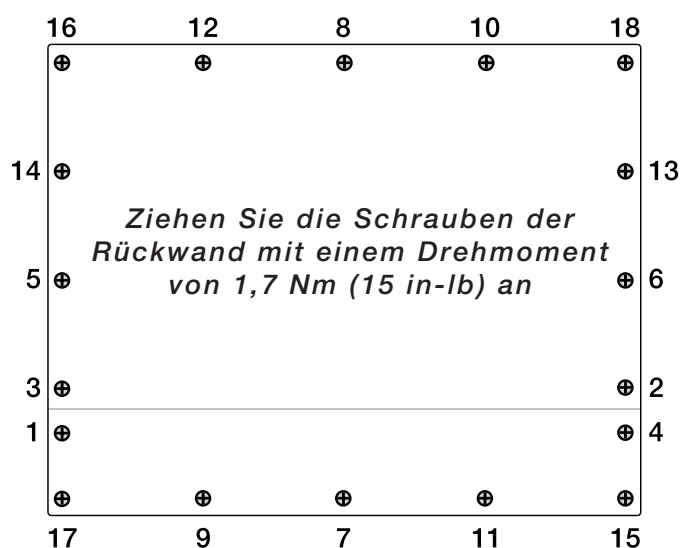

Abbildung 3-1. Rückplatte des 920i-Gehäuses
3. Ziehen Sie die Schrauben mit einem Drehmoment von 1,7 Nm (15 in-lb) an, und verwenden Sie dabei das in der Abbildung Abbildung 3-1 gezeigte Muster, um ein Verziehen der Dichtung der Rückwand zu verhindern.
4. Bringen Sie die Rückplatte wieder an (Abbildung 3-1 auf Seite 17).